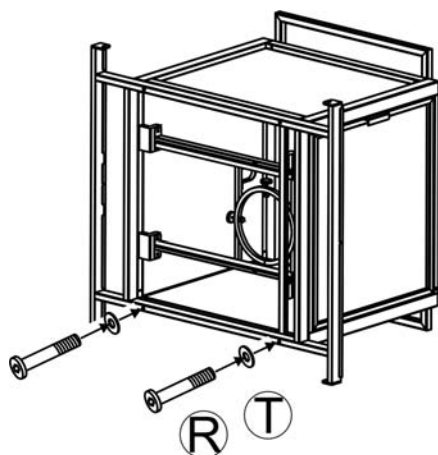

Figura 4
3. Fije el soporte conector inferior a el marco de base de hoyo de fuego usando cuatro pernos de 1/4 pulgada x 60 mm y arandelas de Ø6.5x1.0 mm como se muestra en la Figura 4. Apriete a mano únicamente.